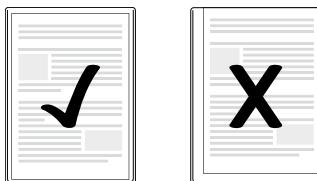

Fig. 1
- Veiller à ce que toutes les bordures du document aient au moins deux millimètres d'écart par rapport au bord de la pochette à film, comme indiqué sur la fig. 1.
- ▶ Veiller à ce que toutes les bordures du document aient au moins deux millimètres d'écart par rapport au bord de la pochette à film, comme indiqué sur la fig. 1.